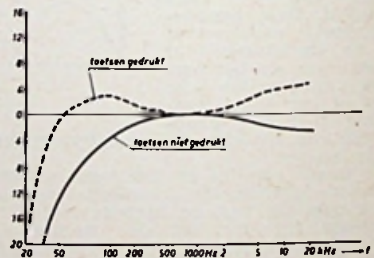

Fig. 3 KLANKREGELKARAKTERISTIEKEN
d. Klankregelkarakteristiek. De klankregelkarakteristieken werden opgenomen bij beide toetsen gedrukt en beide niet gedrukt. Fig. 3 geeft het resultaat.